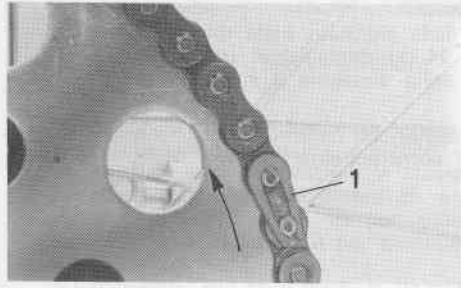

Fig. 26 - Giunto catena
- Mediante una pinza rimuovere il giunto catena (Fig. 26) e sfilarla.
Lasciare scolare le eccedenze d'olio, rimontare la catena ed inserire il giunto come indicato in Fig. 26.